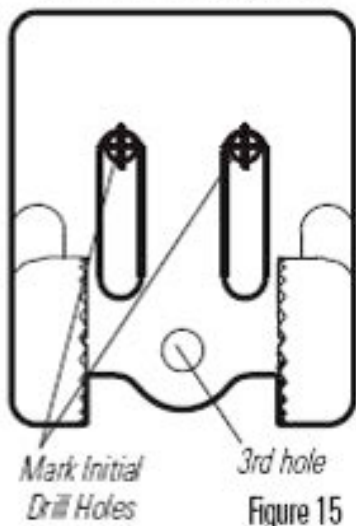

Figure 15
3. Придерживайте кронштейн на транце и наметьте маркером или карандашом места сверления двух крепежных отверстий. Отмечайте места сверху прорези, убедитесь, что Ваши отметки лежат по центру разъема (Рисунок 15).